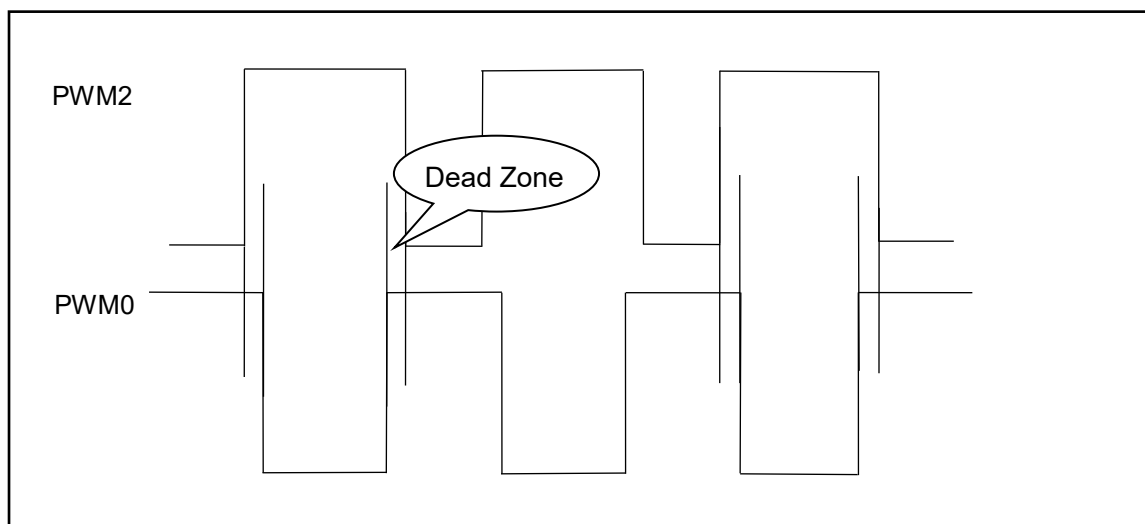

图 17：两路互补 PWM 波形
1. 上述程序中，固定占空比时对应的 PWM0/PWM2 波形如图 17 所示。